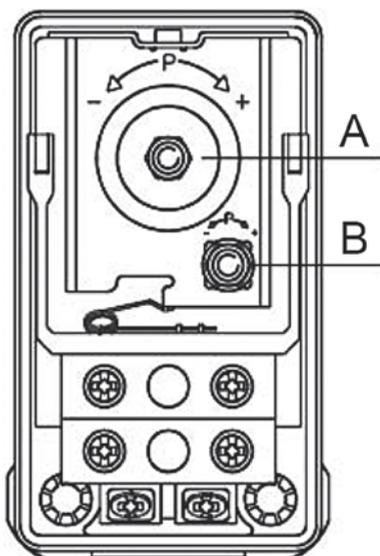

Рис. 14 Реле давления
Давление выключения должно быть ниже максимального рабочего давления насоса и бака. Удалите крышку реле давления, чтобы иметь доступ к регулировочным винтам (см. рис. 14).
1. Поверните винт (поз. А, рис. 14) по часовой стрелке, если хотите повысить давление выключения. Поверните винт против часовой стрелки, если хотите уменьшить давление выключения. Регулируемая разность давлений при этом остается неизменной.
1. Поверните винт (поз.В, рис. 14) по часовой стрелке, если хотите уменьшить давление включения. Поверните винт против часовой стрелки, если хотите повысить давление включения. Область регулирования разности давлений расширяется или сужается.